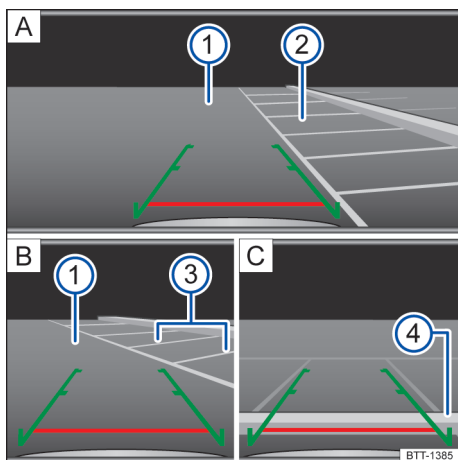

Fig. 104 Exibição do display do sistema do rádio: estacionar com a câmera de marcha a ré.
Legenda para → Fig. 104:
- Posicionar o veículo na frente da vaga de estacionamento → Fig. 104 ② [A].